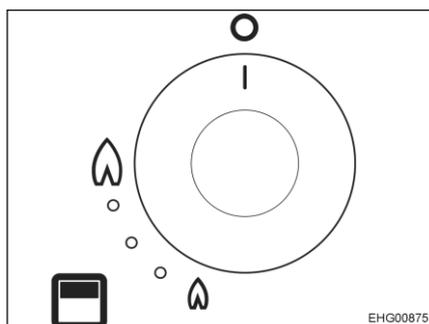

Fig. 129 Bouton tournant pour grill à gaz
- Appuyer sur le bouton tournant (Fig. 129) et le tourner dans le sens inverse des aiguilles d'une montre sur la position d'allumage (grande flamme).